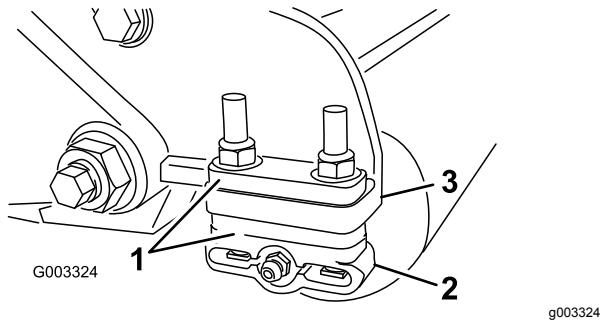

Bild 19
1. Legen Sie die benötigte Anzahl von Distanzstücken unter den Montageflansch der Seitenplatte (**Bild 19**), um die Halterungen der Heckrolle (**Bild 19**) auf die gewünschte Schnitthöhe einzustellen, siehe Schnitthöhtabelle.